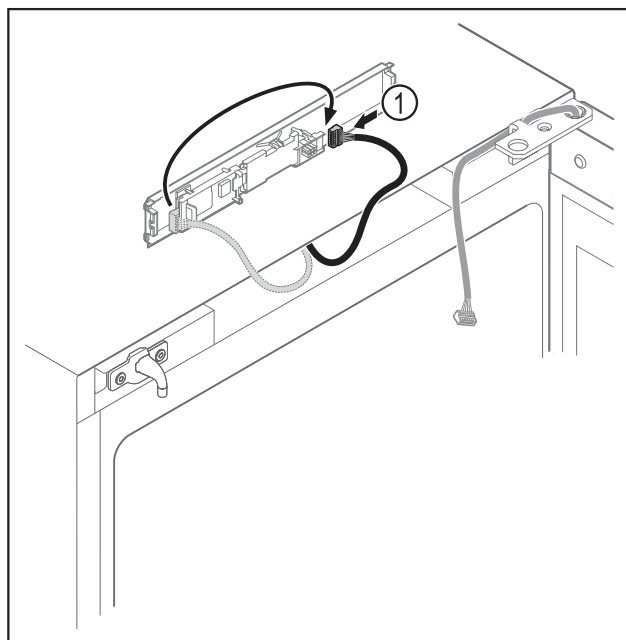

Fig. 14
- ▶ Flyt stikket Fig. 14 (1) på printkortet.